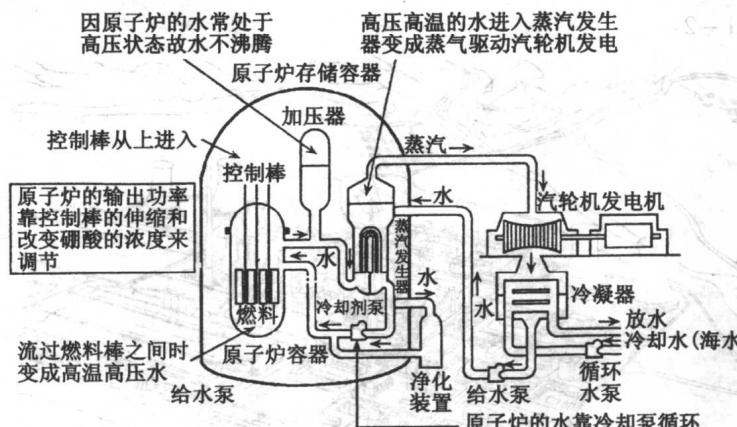

图 1-3 压水型核电站
3. 核能发电:它是利用原子核裂变时释放出来的巨大能量将水加热,使之成为高温、高压蒸气,再用蒸气推动汽轮机旋转并带动发电机组发电。按照防辐射要求,核电厂与居民区要有适当距离,其投资比常规火力发电厂要高,但发电成本低于火电厂,可以建设在接近负荷中心的地区,从而降低输电费用。核能发电对环境污染轻微,无烟气、灰渣排放。压水型核电站的原理如图 1-3。在本世纪,核能将成为世界上最主要的替代能源,发展核能将成为必然趋势。